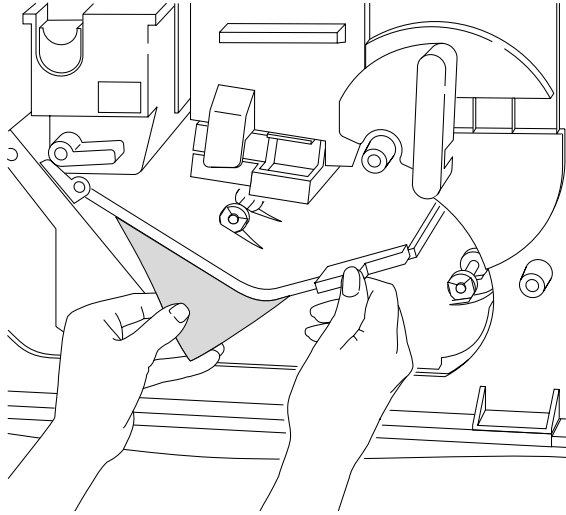

Figura 3-55 Rimozione della carta inceppata dal percorso fronte-retro
3. Rimuovere la carta come mostrato nella Figura 3-55 e chiudere la porta.